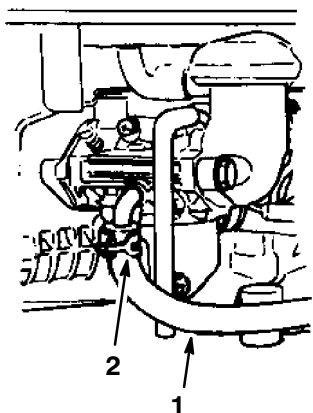

Figure 29
- Desserrer le collier de fixation de la conduite d'alimentation au carburateur, et détacher la conduite (Fig. 29).